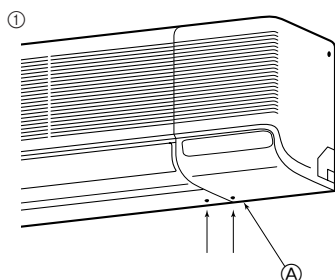

Fig. 3-6
1) Tubi posteriore, destro ed inferiore (Fig. 3-6)
- ① Rimuovere il pannello laterale destro.
- ① Rimuovere il pannello laterale.